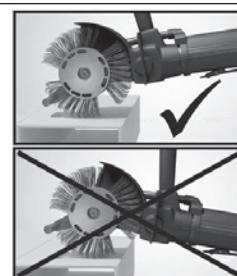

Bild 3
8. För att uppnå högsta möjliga effekt, måste man se till att accelerationsstaven förs nära ytan som ska bearbetas. Om avståndet mellan accelerationsstaven och ytan är alltför stor avtar effekten märkbart. Se bild 3. En detaljerad beskrivning av arbetsättet för **MBX®** Bristle Blaster® finns på den medföljande DVD-skivan eller på www.monti.de.